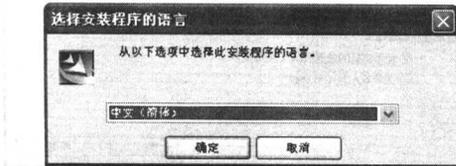

图 1-1 【选择安装程序的语言】对话框
(1) 将 CAXA 实体设计 2007 安装光盘放入光驱，然后打开【CAXA 实体设计 2007\Trial\ISSetup】文件，弹出【选择安装程序的语言】对话框，如图 1-1 所示。